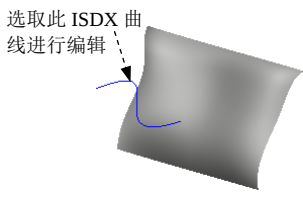

图 10.3.41 单击 ISDX 曲线
- Step1. 在 ISDX 环境中，单击 **样式** 功能选项卡 **曲线** 区域中的“曲线编辑”按钮 ，然后选取图 10.3.41 所示的 ISDX 曲线。